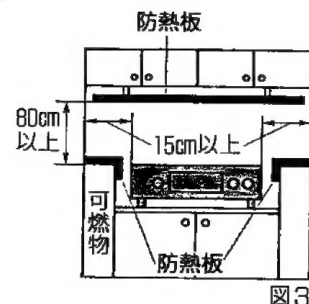

図3
- 図1の条件を満たせない場合。(図2、図3)
- 調理台・流し台とトッププレートがほぼ同じ高さの場合。(図3)
調理台・流し台の上面が可燃性で、器具のトッププレートとほぼ同じ高さの場合(図3)